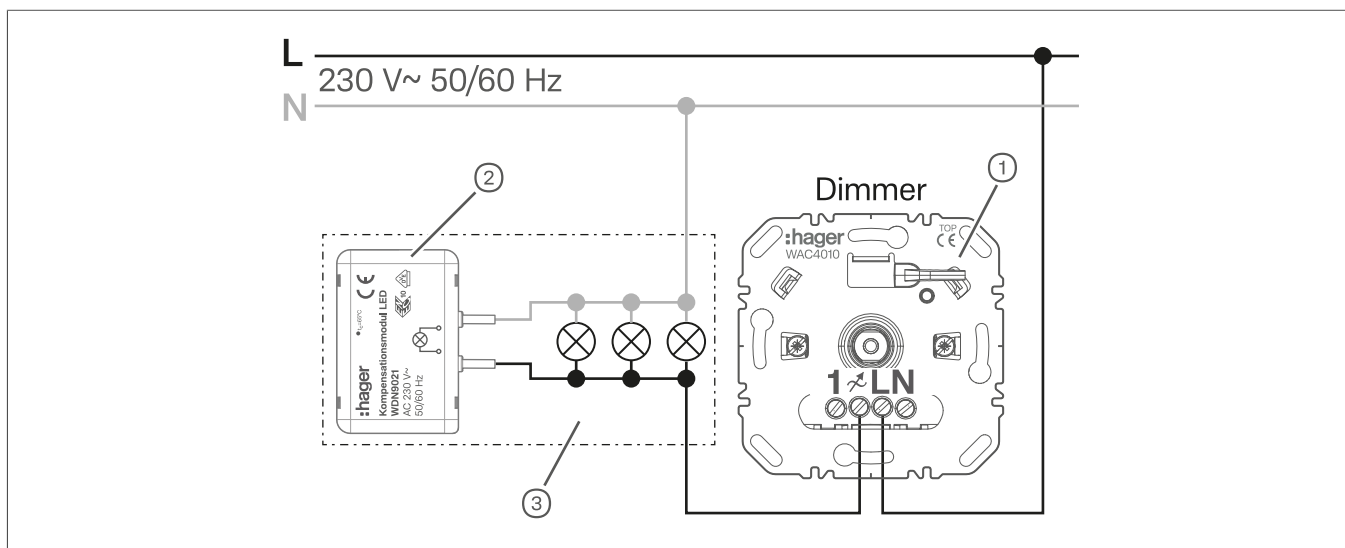

Fig. 1: Esempio di collegamento con fattori esterni
- ① Dimmer illuminazione in modalità a taglio di fase
- ② Modulo di compensazione
- ③ Illuminazione con lampada HV LED
- Collegare il modulo di compensazione in parallelo alla lampada HV LED, tra il conduttore neutro e la fase regolata dal dimmer: (Fig. 1) esempio di collegamento all'interno del corpo illuminante, (Fig. 2) esempio di collegamento con due moduli di compensazione.